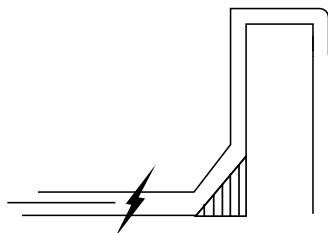

FIGURA 6
- Traslazos en remates, medias cañas, borde de antepechos o poyos y desagües: Se sugiere tratar de evitar los traslazos en estos sitios, para hacer menos vulnerable el sistema, de ser necesario debe ponerse especial cuidado en el sello de los mismos. (Figura 6)